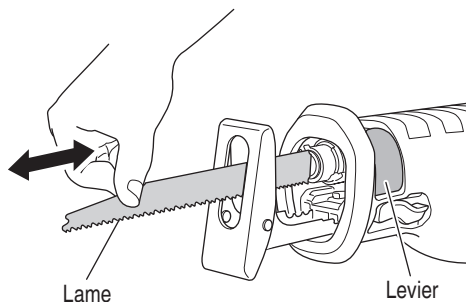

Fig. 4
- (3) Quand on relâche le levier, la force de ressort ramène automatiquement le levier sur la position correcte.
- (4) De la main, tirer deux ou trois fois de suite sur le dos de la lame pour vérifier qu'elle est solidement fixée. (Fig. 4)